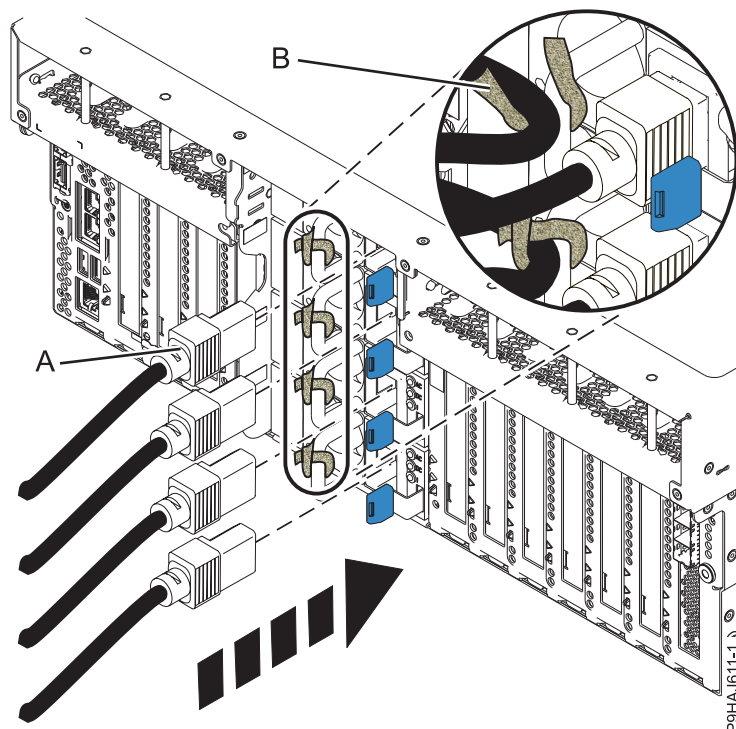
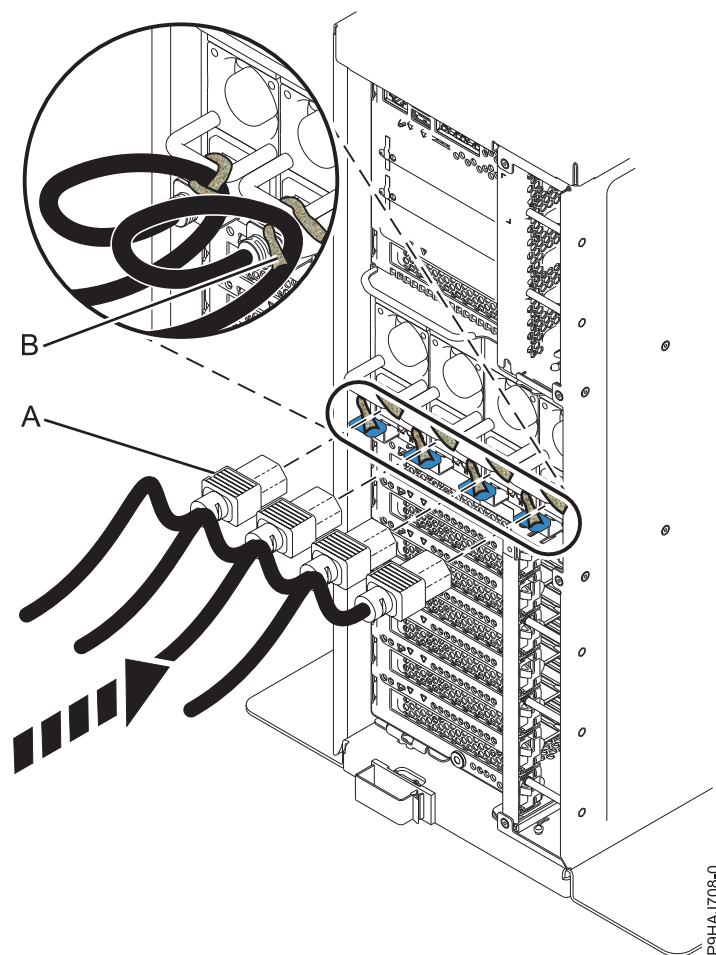

Figure 44. Connexion des cordons d'alimentation à un système monté en armoire
Figure 45. Connexion des cordons d'alimentation à un système autonome
2. A l'aide de vos étiquettes, rebranchez les cordons d'alimentation **(A)** à l'unité centrale. Fixez les cordons d'alimentation **(A)** sur le système à l'aide des attaches velcro **(B)**, comme illustré dans la figure 44 ou la figure 45, à la page 62.